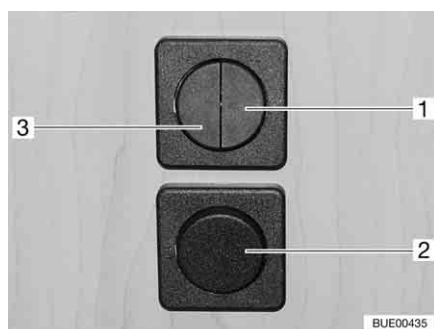
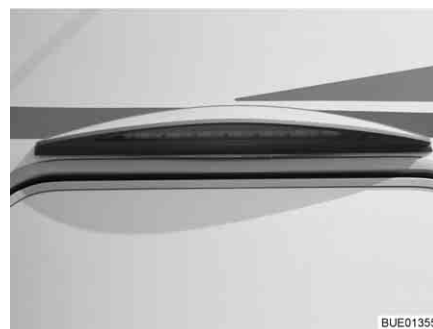

Bild 39 Ljusbrytare
Bild 40 Förtältsbelysning
- Belysning för sittgruppen (Bild 39,1)
- Förtältsbelysning (Bild 39,2 och Bild 39,3)
- ▷ På modeller, som saknar ljusbrytaren (Bild 39,2), används vippkontakten (Bild 39,3) för förtältsbelysningen (Bild 40).